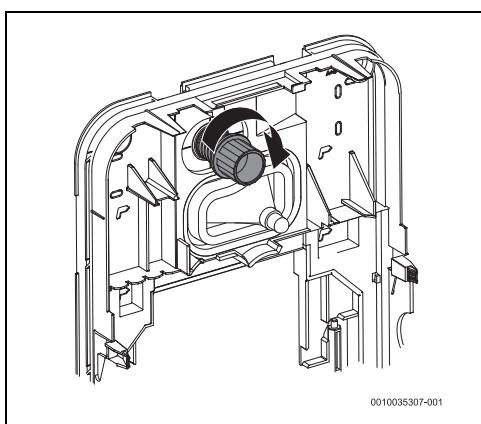

Rys. 141 Dodatkowa tuleja
- Zamontować dodatkową tuleję w celu umożliwienia poprawnej instalacji Aquastop (rysunek 141).